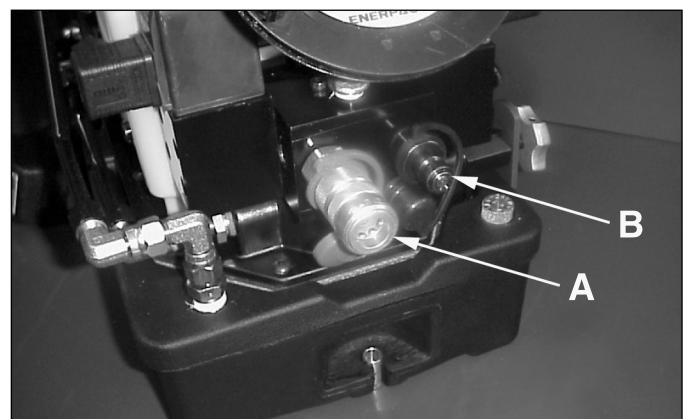

Abbildung 3 - Pumpenauslass (doppelwirkend)
- Verbinden Sie die Schläuche mit dem Pumpenauslassverteiler, der in Abb. 3 dargestellt ist. VERGEWISSEN SIE SICH, dass Sie einen Schlauch mit der Aufschrift „ENERPAC 800 SERIES - 800 BAR/11,600 PSI MAX“ verwenden. Drehen Sie die Sicherheitsringe mit der Hand fest.